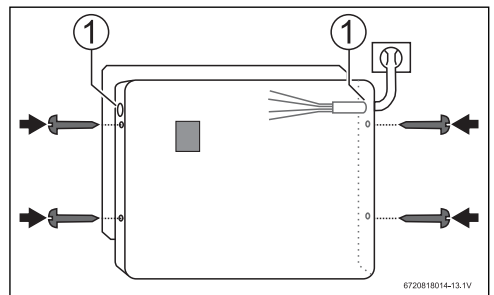

Fig. 15 Parte posterior de la unidad
- ▶ Si va por la parte posterior de la cubierta de la unidad, corte a través del ojal de la placa trasera con un cuchillo afilado. Asegúrese de no retirar la arandela de la placa posterior (Fig. 15):